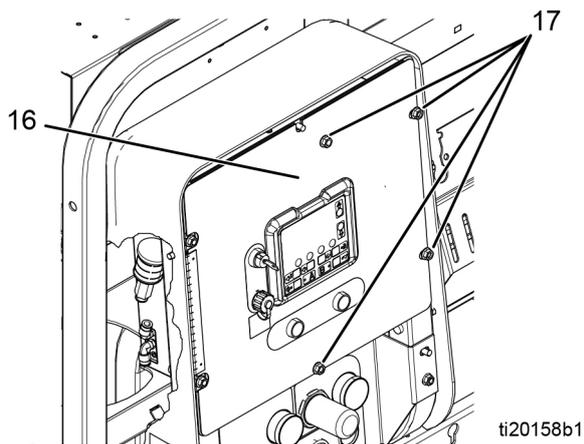

FIG. 3
2. Rimuovere i quattro dadi (21) e le coperture anteriore e posteriore (19, 20).
3. Rimuovere i quattro dadi (17); lasciare serrati due dadi sul lato sinistro del pannello. Aprire il pannello frontale della scatola di controllo (16). Vedere FIG. 3.